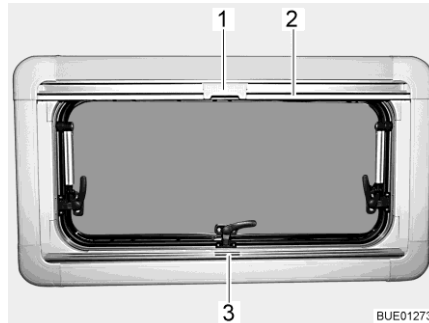

Bild 98 Överkantshängt fönster
Stänga: ■ Ta tag i mitten på plisségardinens list (Bild 98,3) och drag den nerifrån och uppåt och släpp den vid önskad höjd. Plisségardinen stannar på denna höjd.
Stänga: ■ Drag, med listen, (Bild 98,2) ner insektsnätet tills listen stöter mot plisségardinen (Bild 98,3).
■ Lås fast insektsnätets spärr (Bild 98,1) på plisségardinens list.
Öppna: ■ Tryck spärren (Bild 98,1) upptill på insektsnätet bakåt.
■ För långsamt tillbaka insektsnätet med listen (Bild 98,2).